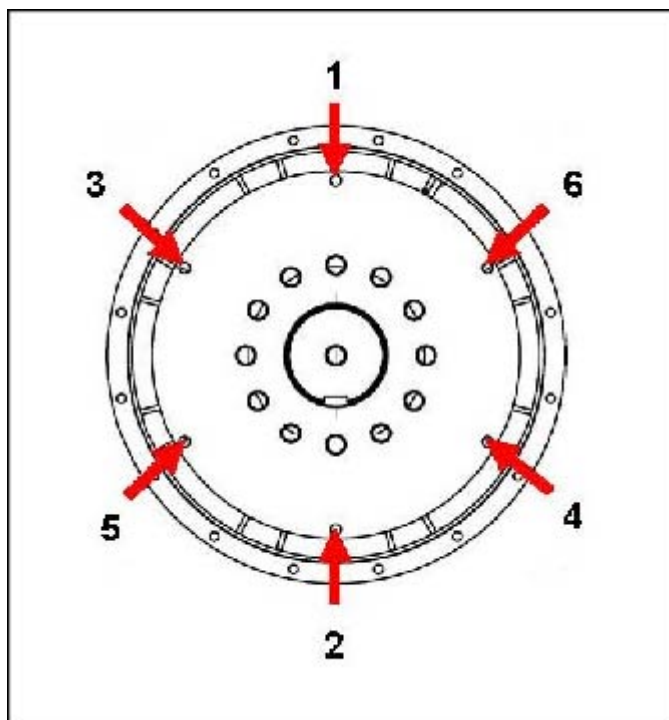

РИС. 23. ПОСЛЕДОВАТЕЛЬНОСТЬ КРЕПЛЕНИЯ К МАХОВИКУ
- Затяните болты крепления диска муфты к маховику, соблюдая последовательность, указанную в Рис. 23 на стр. 46